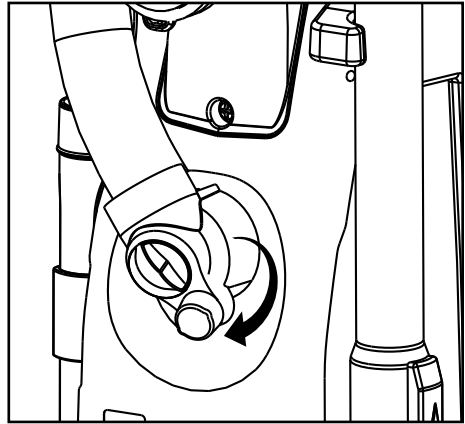

Fig. 1
- Ouvrez la molette d'aspiration. Retirez l'élément provoquant l'obstruction ou le blocage (Fig. 1).